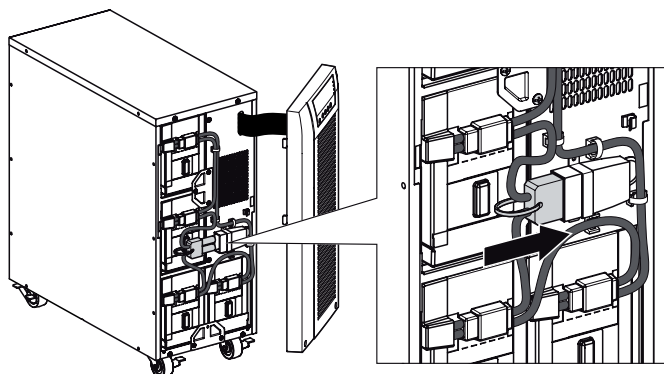

Abbildung 6. Anschließen der internen Batterien der USV.
2. Verbindung der internen Batterie (siehe Abbildung 6).